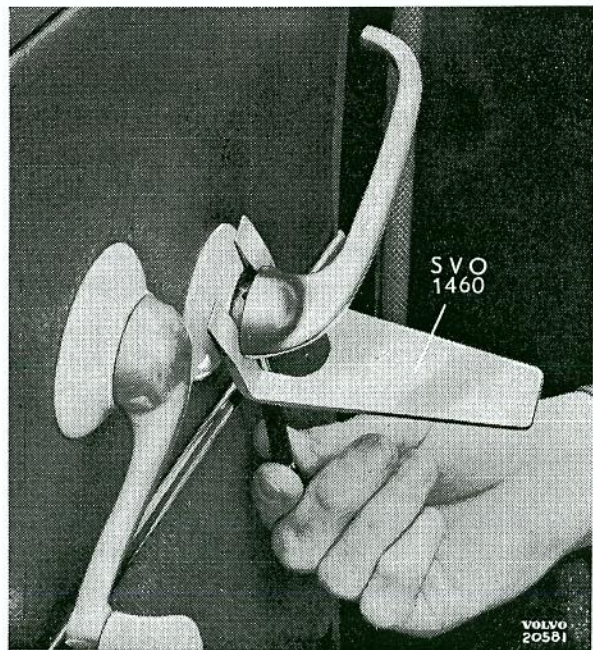

Bild 14. Demontering av handtag.
1. Vid demontering av dörr borttages först armstöd, dörrhandtag och hissvev. Dörrhandtag och hissvev borttages på sätt som bild 14 visar.
1. Tag bort armstöd, inre dörrhandtag och hissvev. Dörrhandtag och hissvev borttages med hjälp av hållare SVO 1460 enligt bild 14.
2. Tag bort hissvev och inre dörrhandtag. Dessa borttagas med hjälp av hållare SVO 1460 enligt bild 14.